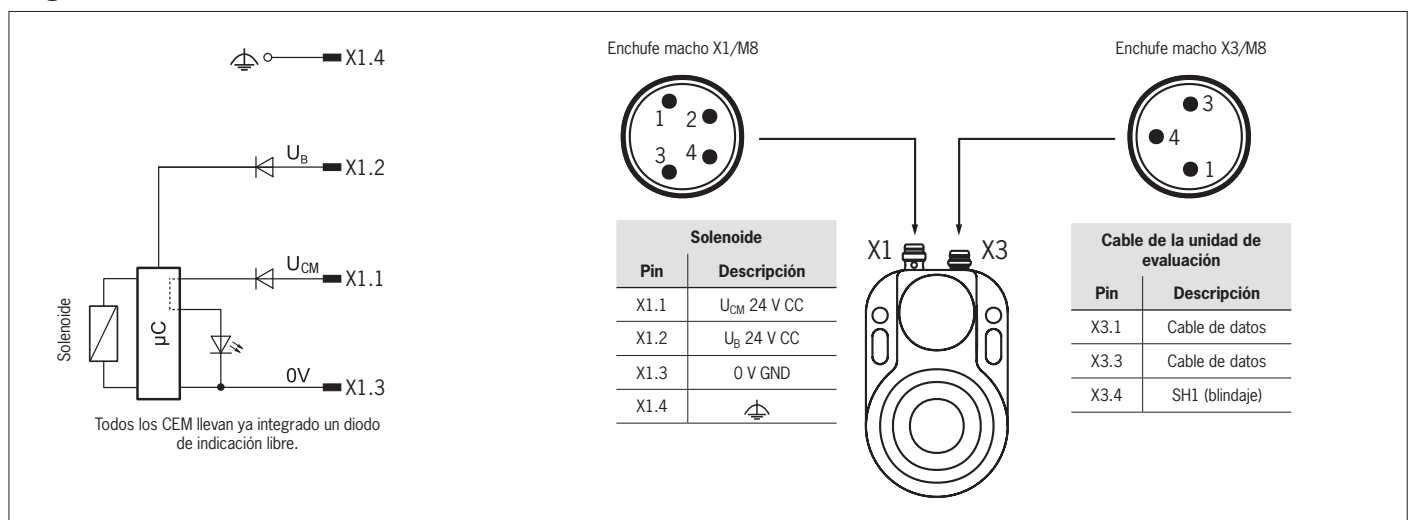

Figura 4: Asignación de conexiones
- ▶ Para la asignación de conexiones, véase la Figura 4.